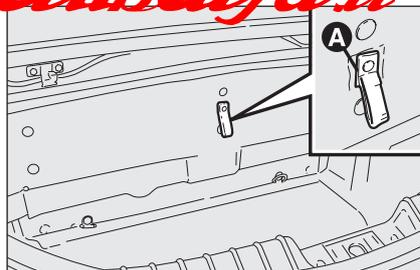

fig. 66
- tirare la linguetta **A-fig. 66** posta sulla finizione verticale del bagagliaio per poter accedere alla vite di apertura/ chiusura delle serrature capote;